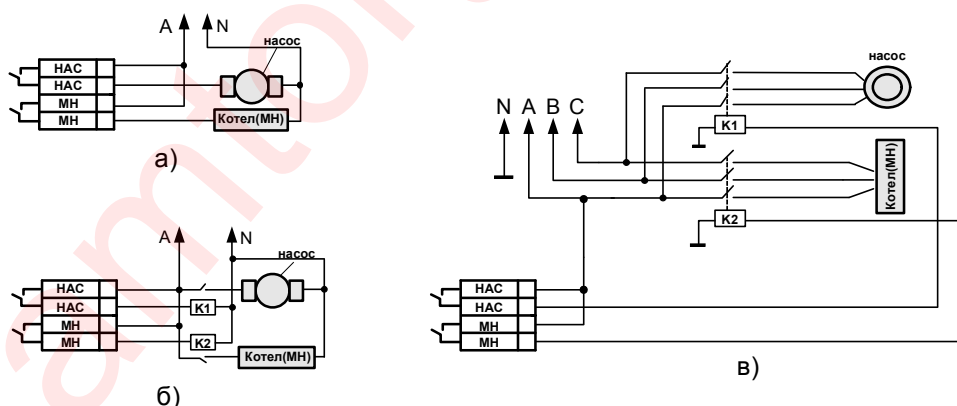

Рис.1
2.1.7 На плате блока питания «081» расположены следующие элементы коммутации и управления (см. Приложение Б Рис.1):
2.2.3 Вид пульта изнутри показан в Приложении Г Рис.1 На задней стенке расположены:
В процессе работы на этом выходе контакты реле замкнуты пока в порядке датчики: «НИЗКОЕ Р(Па) ВОДЫ В КОТЛЕ», «ВЫСОКАЯ Т(°C) ВОДЫ В КОТЛЕ», «НАРУШЕНИЕ ЭЛЕКТРОСНАБЖЕНИЯ». Как только срабатывает любой из этих датчиков, то контакты реле размыкаются отключая питание модуля нагрева. Если не включен ни один из насосов, реле управляющее питанием модуля нагрева не включается. Варианты подключения питания котлов (модулей нагрева) см. рис.1.
Варианты подключения питания насосов см. Рис.1.
Переход в требуемый режим программирования осуществляется из соответствующего ему режима просмотра (т.е. переход в режим программирования адреса устройства осуществляется только из режима просмотра адреса). Текущий режим программирования индицируется миганием соответствующего светодиода. В режимах «Программирование 1», «Программирование 2» установки программируются изменением положения DIP-переключателей (см. Рис.1 Приложение В) (например: для активации датчика № 4 «ДАВЛЕНИЕ (ПА) ГАЗА НИЖЕ НОРМЫ» необходимо переключить DIP – переключатель №4). При этом, светодиоды №1-16, соответствующие датчикам №1-16, индицируют перечень датчиков, от которых активируются выходы «Клапан» и «Реле».